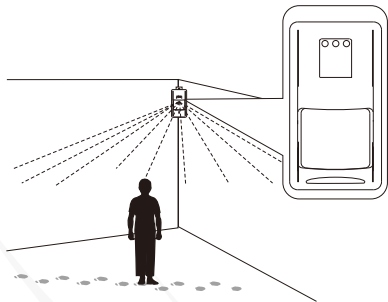
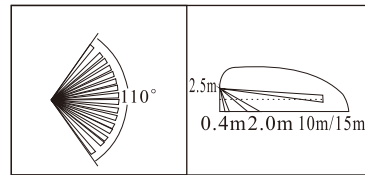
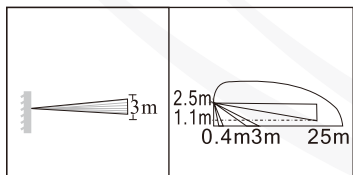

图.1 安装位置图
图.2 广角探测范围
图.3 通道型探测范围
在防范范围内走动，观察指示灯是否正确报警（如图1所示）。
- 考虑需要防范的范围后，选择合适的安装位置。不要让产品正对阳光或接近热源（如图1，图2，图3所示）；
- 探测器应安装在墙角处，与地面垂直，正前方与侧面墙壁成45度角（如图1所示）；